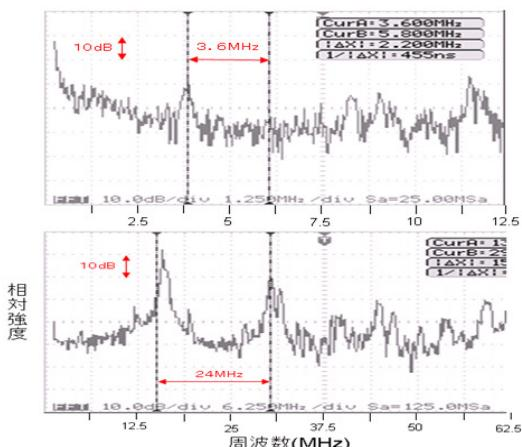
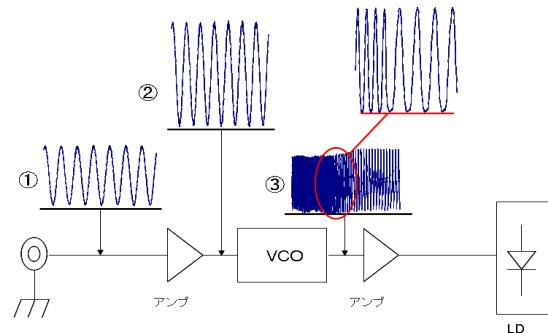
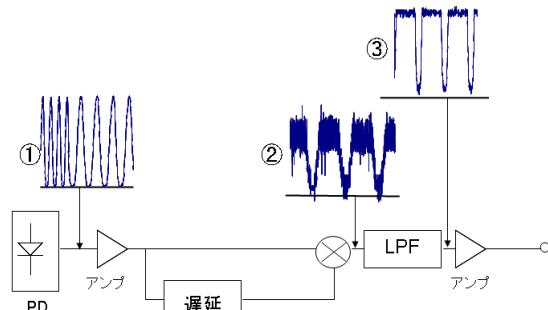

図1 映像入力信号（上）変調信号（下）
図2 送信回路
図3 受信回路
図2と図3のように、送信、受信回路の構成を示す。図2の送信回路は発信機からアナログ信号（①の信号）を入力し、増幅器を通して電圧を増幅します。（②の信号）この増幅器は6dBの利得しか得ず、最大2倍の電圧でしか増幅できない。この増幅された信号をVCO（電圧制御発信機）へ通して、パルス幅が変化しているのがわかる。（③の信号）。また、入力映像信号は図1に示すように3.6MHzまでの信号成分を持っていて、これをVCOで周波数変調し、最大周波数偏移を24MHzにした。図3の受信回路では、送信機から出力された信号を受信し、乗算器を通して信号を遅延させて復調させる。復調された信号は②の信号のようになり、まだノイズが目立つが信号の形が変わっていることがわかる。その信号をLPF（ローパスフィルタ）に通して高い周波数成分を除去し、きれいな信号になる。